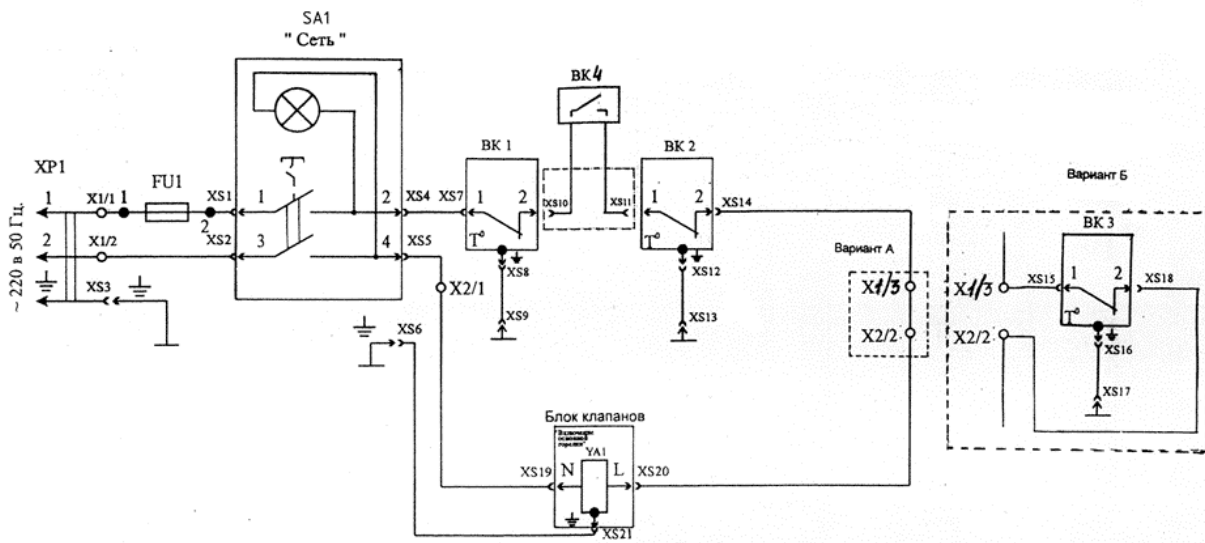

Рис. 3.
6.8. Рекомендуемая электрическая принципиальная схема котла с автоматикой КАРЭ-50 и программируемым комнатным термостатом (в случае его поставки) приведена на рис.3.
К сведению! Согласно схемы рис. 3: